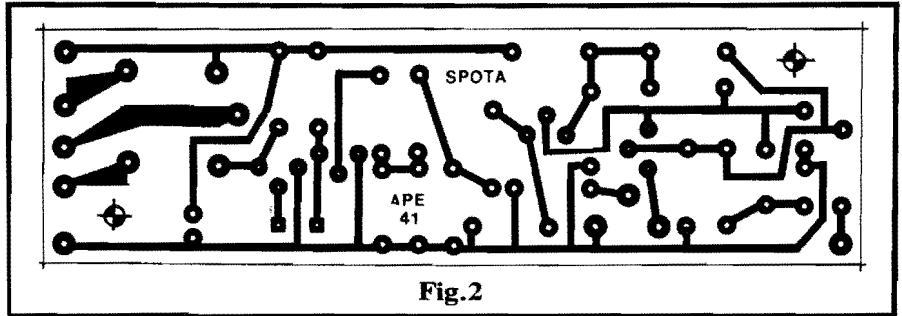

Fig.2
- FIG. 2 - LAY OUT DO CIRCUITO IMPRESSO - Apesar de pouco crítica (em termos de sensibilidade e ajustes...) uma montagem que envolva circuitos osciladores não se presta à implementação em outro sistema que não o de Circuito Impresso (quem quiser tentar a realização sobre ponte de terminais, pode, mas nada garantimos...). Além disso, o próprio lay out deve ter sido cuidadosamente elaborado e testado
(como o foi, o do SPOTA...), visando prevenir instabilidades, sensibilidades e interferências externamente geradas, etc. A fig. 2 mostra o diagrama de ilhas e pistas cobreadas da placa, numa configuração bastante compacta, na forma final de uma "tira" de fácil instalação em caixas padronizadas ou outros "ambientes" ou **containers** que se mostrem práticos para a utilização... O fundamental é copiar com cuidado o padrão (que na figura está em escala 1:1, tamanho natural, portanto...), usando tinta ou decalques ácido-resistentes... Depois deve ser executada a corrosão, furação e limpeza, seguidas da furação, tudo "nos conformes" das boas normas de confecção (em APE já foram abordados os aspectos práticos da confecção de Impressos - consultem os exemplares da Coleção...).
- O **trim-pot**, pelo calibre dos seus terminais, talvez também exija um certo "alargamento" nos respectivos furos da placa, para confortável inserção... Observem que as próprias "ilhas" da face cobreada (fig. 2), destinadas ao relê e ao **trim-pot**, são um pouco mais "taludadas", de modo a permitir um eventual e necessário "alargamento" dos furos centrais, de maneira a compatibilizar com as dimensões dos terminais dos citados componentes...
to metálico sensível ao toque de aproximação...) seja feita com cabagem muito longa... Se isso for inevitável, contudo, deve ser observada a seguinte condição: usar cabo **shieldado** (blindado), tipo **mono**, deixando-se a malha (ou ligação de "terra") sem conexão, na extremidade correspondente ao próprio sensor, e - na ponta correspondente à ligação à placa, conectando-se a dita malha à linha do **negativo** da alimentação (aquela trilha longa, paralela à borda inferior da placa, na fig. 2...).